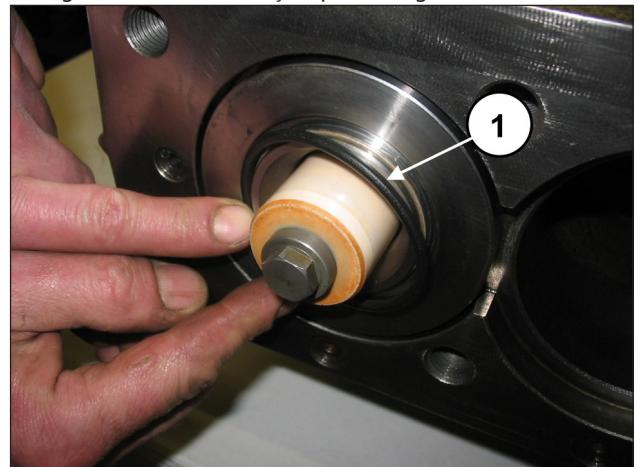
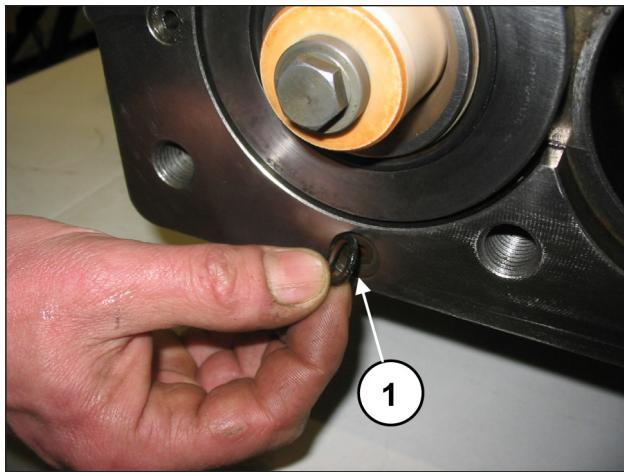

Fig. 161
Fig. 162
Monte o O-ring dianteiro da camisa (pos. ①, Fig. 161) e o O-ring do furo de recirculação (pos. ①, Fig. 162).